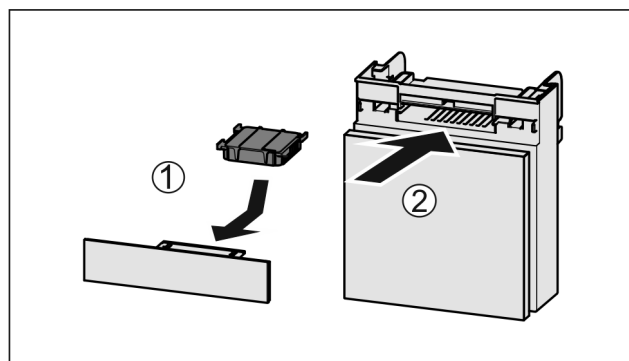

Fig. 136
- ▶ Aktivni ogljeni filter vstavite Fig. 136 (1) skladno s prikazom na sliki.
- ▶ Predal potisnite noter Fig. 136 (2).